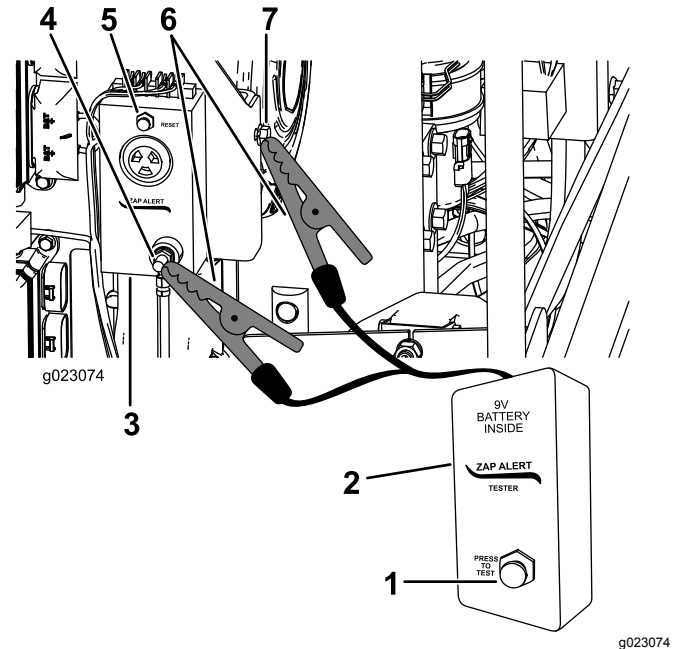

Bild 33
3. Verbinden Sie eine Krokodilklemme vom Testgerät für das Stromschlagwarnsystem mit dem Erdungsbolzen des Stromschlagwarnsystems (Bild 33).
5. Drücken Sie die TEST-Taste am Testgerät für das Stromschlagwarnsystem (Bild 33).
6. Drücken Sie die RESET-Taste, um den Alarm abzuschalten (Bild 33).